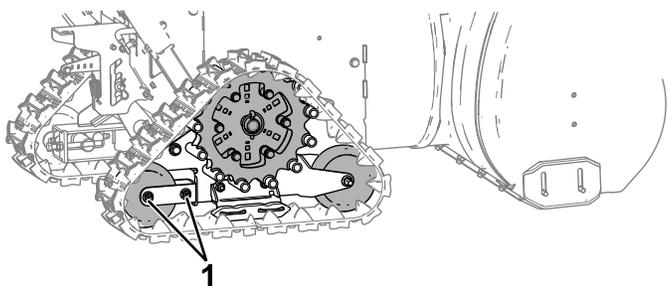

Figura 26
- A. Allentate leggermente i dadi sul giogo del rullo posteriore (Figura 26).